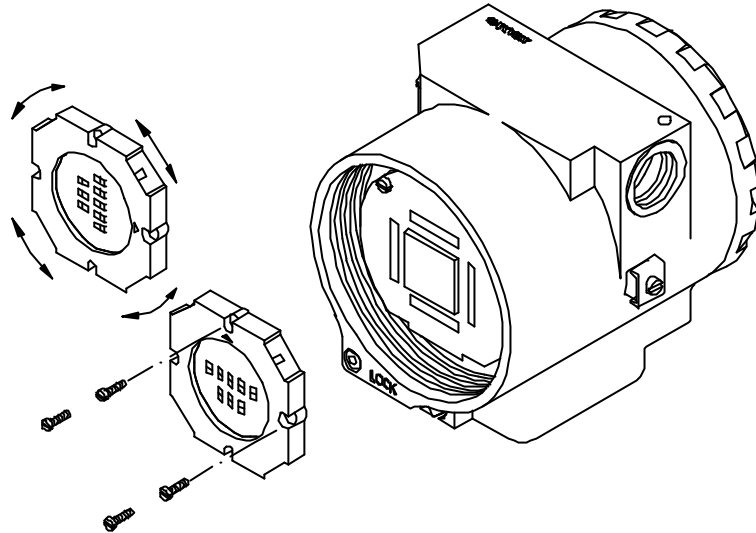

Abb. 5.4 – Ausrichtung des Anzeigers (4 Stellungen)
Die Stecker des Sensors und die Hilfsenergiezuleitung aufstecken. Gegebenenfalls Anzeiger mittels der vier Schrauben (3) auf der Hauptplatine befestigen. Die Anzeige kann in vier verschiedenen Richtungen angebaut werden (Siehe Abb. 5.4).